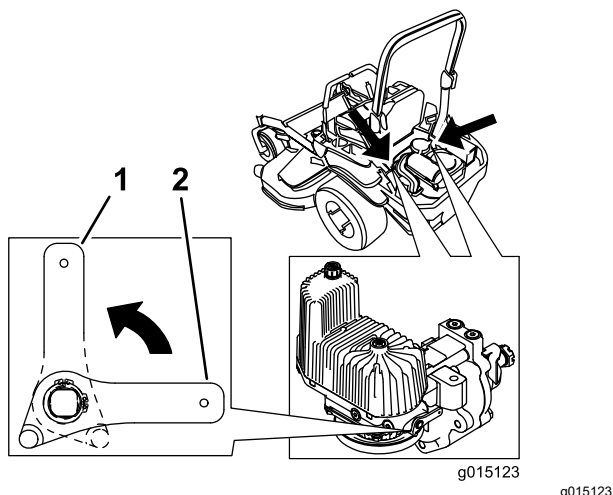

Figura 40
3. Gire las palancas de las válvulas de desvío a la posición vertical para empujar la máquina (Figura 40).
5. Gire las palancas de las válvulas de desvío a la posición horizontal para conducir la máquina (Figura 40).